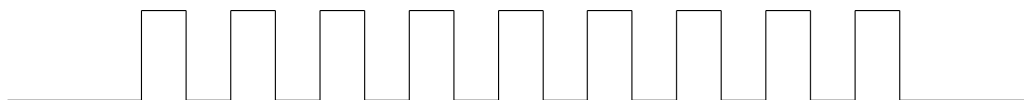

图 37-3. 主机时钟正向波形
- **场景二：**主机发送的时钟非自由运行时钟，且其时钟波形如图 37-3 所示。
要求：此时主机在输出前需要对原时钟进行取反，将其转换成图 37-3 所示的波形。
- **场景二：** 主机发送的时钟非自由运行时钟，且其时钟波形如图 37-3 所示。